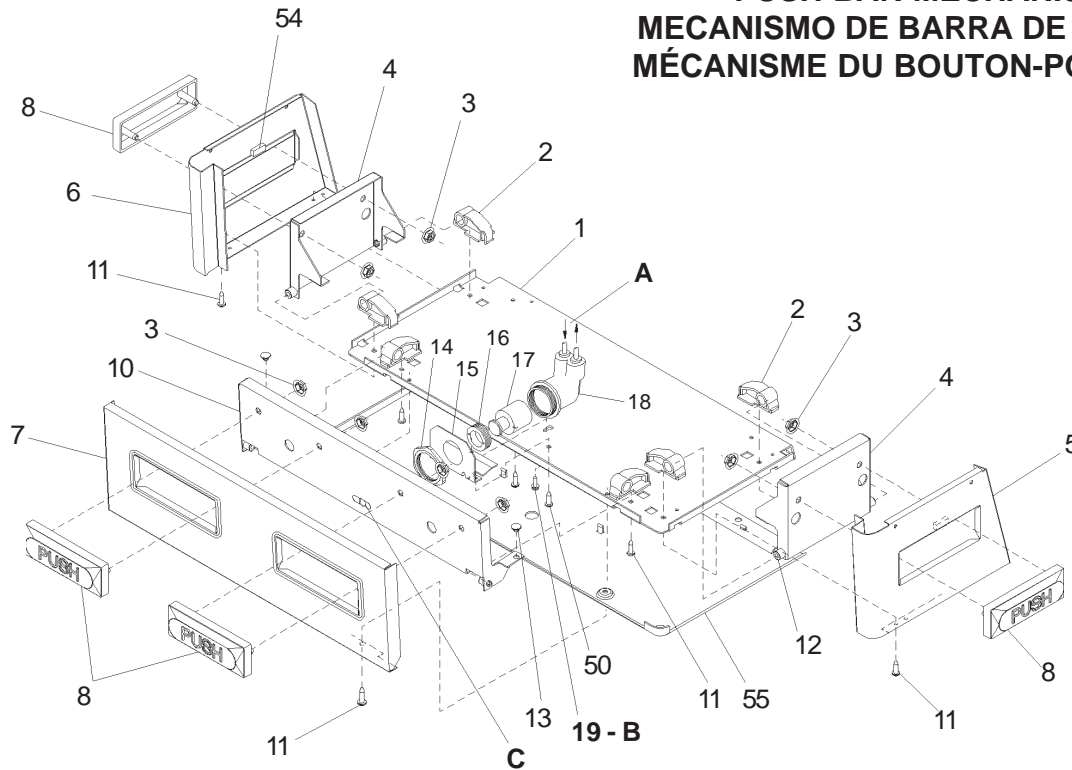

FIG. 5
- 8) Stream height is factory set at 35 PSI. If supply pressure varies greatly from this, adjust screw, accessible by removing front push panel (Item 7, Fig. 5). CW adjustment will raise stream and CCW adjustment will lower stream. For best adjustment, stream should hit basin approximately 6-1/2" (165mm) from bubbler.
- 9) Replace the front panel and secure by re-tightening four (4) screws.
- 8) Le niveau d'écoulement est réglé en usine à 35 PSI. Si la pression varie beaucoup de ce point, ajustez la vis que l'on peut atteindre en retirant le panneau avant (article 7, fig.5). Si vous ajustez dans le sens des aiguilles d'une montre, le jet augmentera et dans le sens contraire, le jet diminuera. Le meilleur ajustement est lorsque le jet frappe le bassin à environ 6-1/2" (165mm) du barboteur.
- 9) Remplacez le panneau avant et fixez le en place en resserrant les quatre (4) vis.